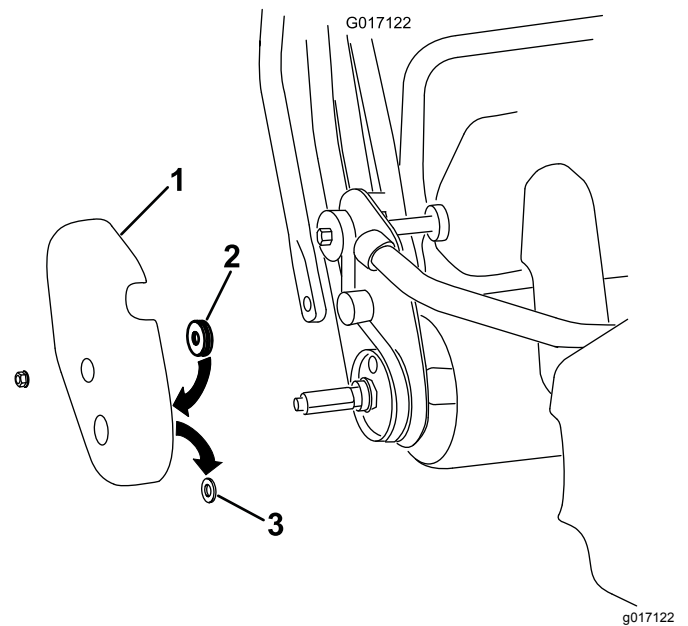

图9
- A. 从机器上拆下右侧轮鼓盖图9。
- B. 从轮鼓盖上的轮轴孔卸下并丢弃橡胶垫 (图9)。
- C. 将毛毡封粘贴到轮鼓盖的里面、放置在轮轴孔周边 (图9)。